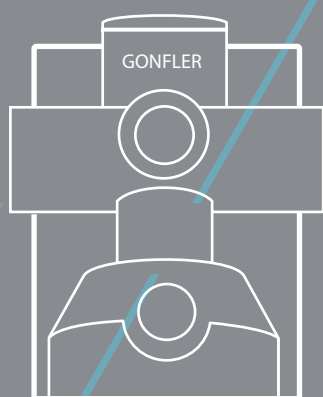

Figure 3.
- Pour utiliser la pompe pour le gonflage, fixez le tuyau en tournant dans le sens des aiguilles d'une montre sur la sortie d'air de la pompe étiquetée inflats - **Figure 3**. Pour utiliser la pompe pour le dégonflage, fixez le tuyau en tournant dans le sens des aiguilles d'une montre sur la sortie d'air de la pompe étiquetée deflate. **Figure 4**